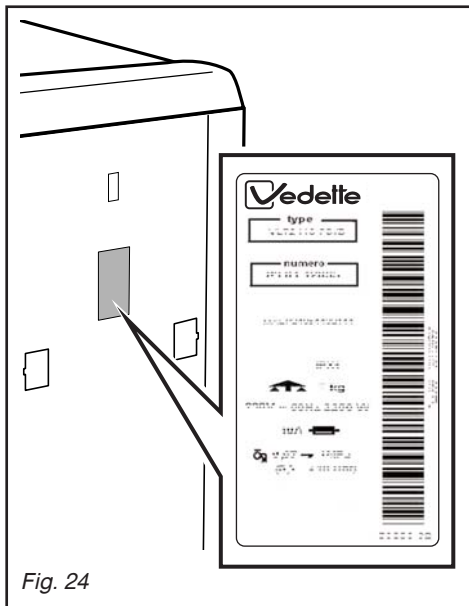

Fig. 24
- tournez légèrement le tambour, portillons ouverts, vers l'avant de la machine (Fig. 24).
- retirez-le de son logement (Fig. 24)
– Les éventuelles interventions sur votre appareil doivent être effectuées par un professionnel qualifié dépositaire de la marque. Lors de votre appel, mentionnez la référence complète de votre appareil (modèle, type, numéro de série). Ces renseignements figurent sur la plaque signalétique située au dos de votre appareil (voir Fig. 24).